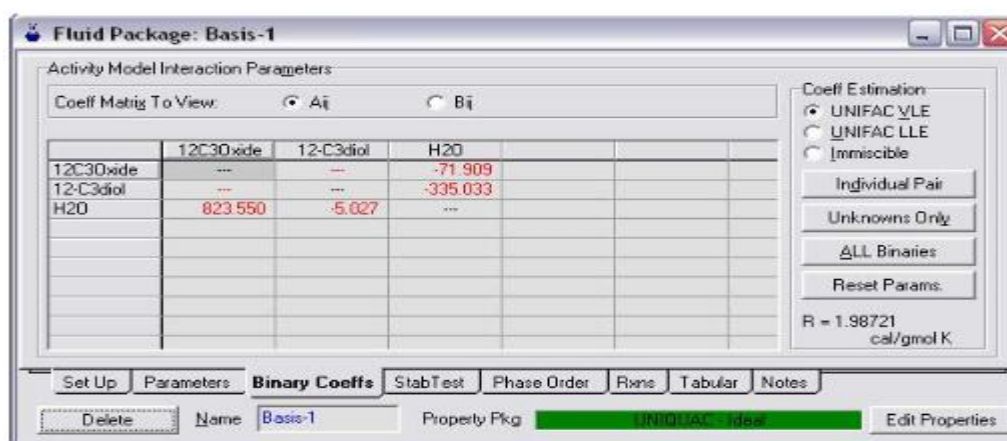

Fig.VI.11
- Cliquer sur **Binary Coeffs** pour estimer les paramètres d'interactions binaires inconnus → Fig. VI.11,